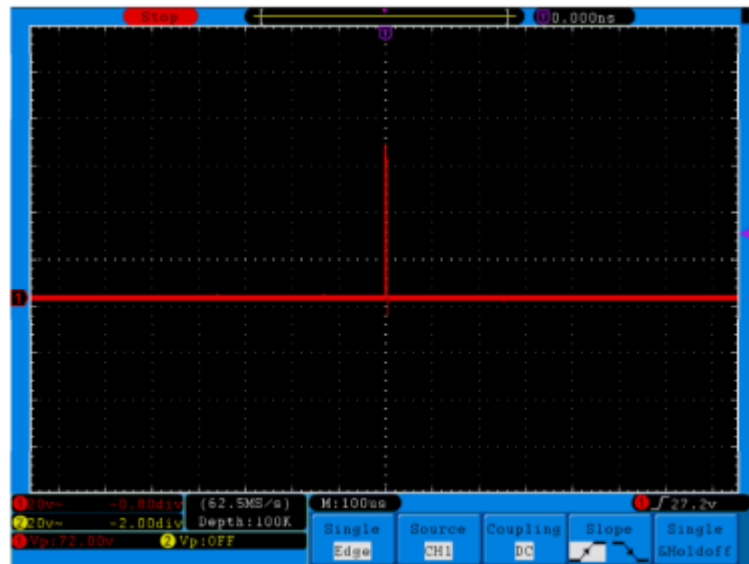

Fig. 81 Capture d'un signal simple
15. Si l'**indicateur de l'état d'activation** dans la partie supérieure de l'écran n'indique pas **Ready (Prêt)**, appuyez sur la touche **Run/Stop** pour commencer à acquérir, attendant l'apparition du signal de conformité avec les conditions de déclenchement. Si un signal atteint le niveau d'activation réglé, on produira un échantillon qui se montrera sur l'écran. Avec cette fonction, toute occurrence aléatoire peut se capturer facilement. Si on prend l'apparition du bourdonnement d'une plus grande amplitude, par exemple, réglez le niveau d'activation à une valeur un peu plus grande que le niveau de signal normal, et ensuite appuyez sur la touche **Run/Stop** et attendez. Quand vous produisez un bourdonnement, l'appareil s'activera automatiquement et enregistrera la forme d'onde générée pendant la période de temps d'activation. Avec le bouton **HORIZONTAL POSITION** dans l'are de contrôle horizontal dans le panneau tourné, vous pouvez changer la position horizontale d'activation pour obtenir un retard négatif, produisant une observation facile de la forme d'onde avant qu'il se produit le bourdonnement (Voir la **Fig. 81**).